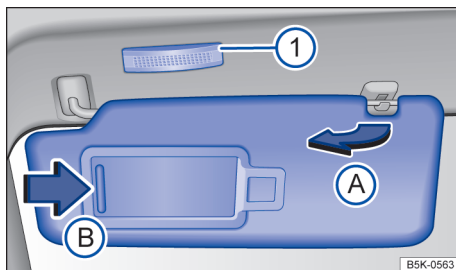

Fig. 110 No revestimento do teto dianteiro: para-sol.
- Retirar do suporte e virar na direção das portas → Fig. 110 **A**.
No para-sol rebatido para baixo encontra-se um espelho de cortesia atrás de uma cobertura. Ao abrir a cobertura → Fig. 110 **B**, uma lanterna → Fig. 110 **1** se acende.